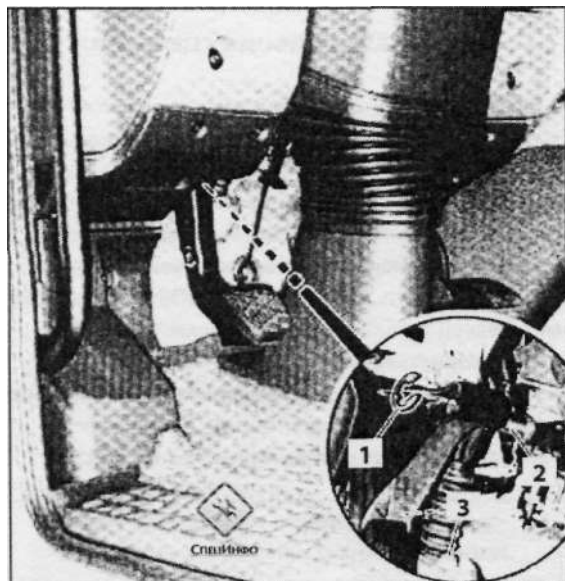

Рис. 2.2. Замена главного цилиндра.
- Снять стопорный зажим 1, рис. 2.2, и ось подшипника.
- Снять болт 4, рис. 2.2, с расширительного бачка.